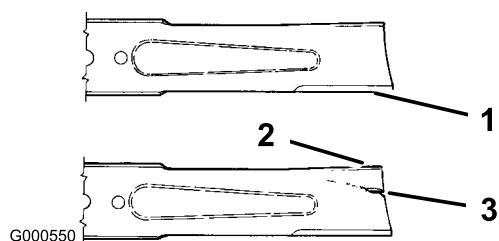

Figure 35
1. Examinez le tranchant des lames (Figure 35). Si elles ne sont pas tranchantes ou si elles présentent des indentations, déposez et affûtez les lames (voir Affûtage des lames).
2. Inspectez les lames, surtout la partie incurvée (Figure 35). Remplacez immédiatement toute lame endommagée, usée ou qui présente une entaille (repère 3 de la Figure 35).